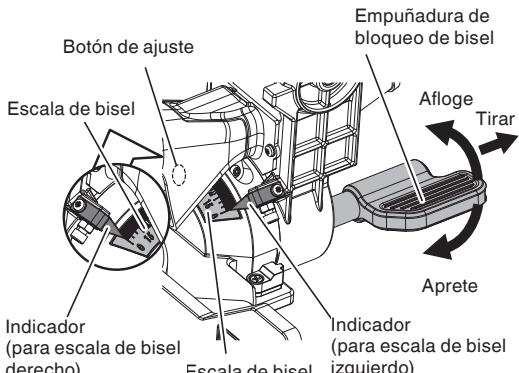

Fig. 22
- (2) Ajuste el ángulo de bisel en la configuración deseada mientras observa la escala de ángulos de bisel y el indicador, luego asegure la empuñadura de bloqueo de bisel. Al poner en contacto el banco de trabajo con el cuerpo principal, jale la empuñadura de bloqueo de bisel en el sentido de la flecha, como se ilustra en la Fig. 22, y cambie el sentido de la empuñadura de bloqueo de bisel.